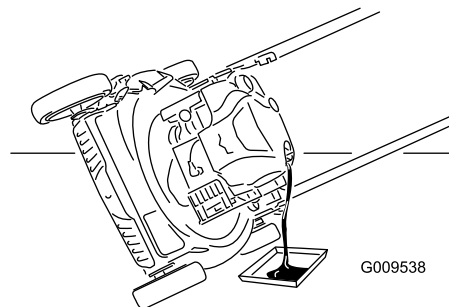

Figure 27
7. Basculez la machine sur le côté, tube de remplissage en bas, pour vidanger l'huile usagée dans le bac de vidange par le tube de remplissage (Figure 27).